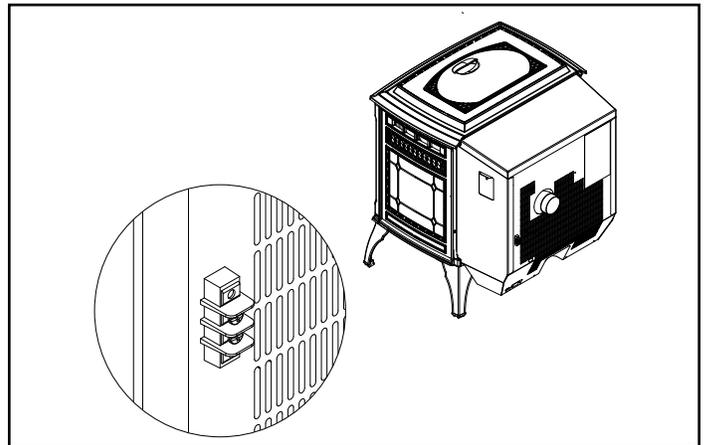

Figure 23.1
2. Connectez le fil du thermostat aux deux vis centrales du bornier du poêle. (**Figure 23.1**)
Il y a un bornier à 4 vis situé sur le coin inférieur gauche arrière du poêle directement au-dessus de l'entrée du cordon d'alimentation. Les 2 vis centrales sont pour les fils du thermostat (**Figure 23.1**).